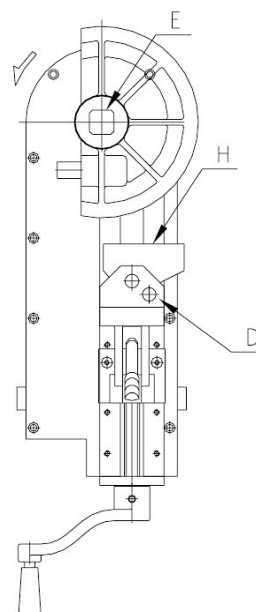

Abb. 23: Platzieren des Formers und Gegenformers
Die 0-Punktstellung des Formers ist bezogen auf die Formerachse (Abb. 21). Der Former ist dann in 0-Punktstellung, wenn sich die Grundachse (Abb. 21) mit der Kantenachse des Formers deckt (Abb. 23).
Schritt 2: Platzieren Sie den Former in Abhängigkeit von der gewünschten Größe auf die Welle E (Abb. 23).
Schritt 3: Platzieren Sie den Gegenformer in das Maul D und setzen Sie den Stift H ein (Abb. 23).
Schritt 4: Versichern Sie sich, dass die Markierung der Position des Punktes "O" auf dem Former der des Punktes "O" auf der Welle zugeordnet bzw. dass die Kantenachse des Biegeformers deckungsgleich mit der Grundachse ist. Somit befindet sich der Former in Grundstellung (Abb. 23).